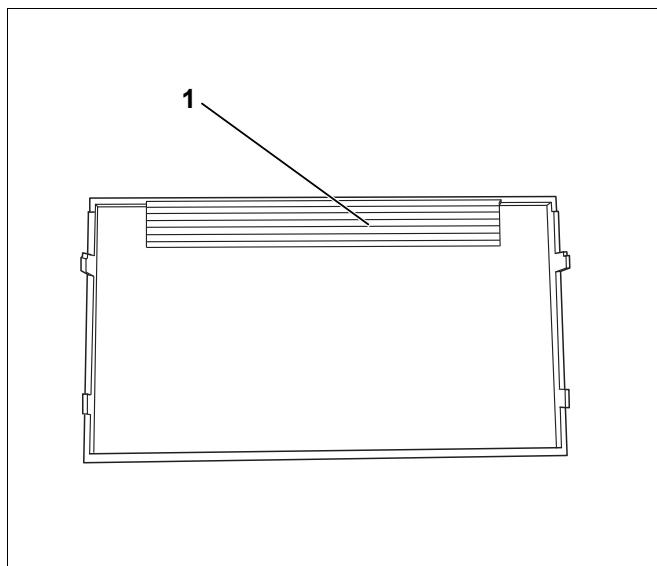

Рис. 8 Пластмассовый щиток
Прилагаемый пластмассовый щиток (→ рис. 8, стр. 9) устанавливается позже в качестве защитного экрана системы управления. Смотря по обстоятельствам, во время монтажа нужно учитывать высоту этой части.
- В месте рифления (\rightarrow рис. 8, [1]) вырежьте кусачками-бокорезами те места, где будут проходить провода.